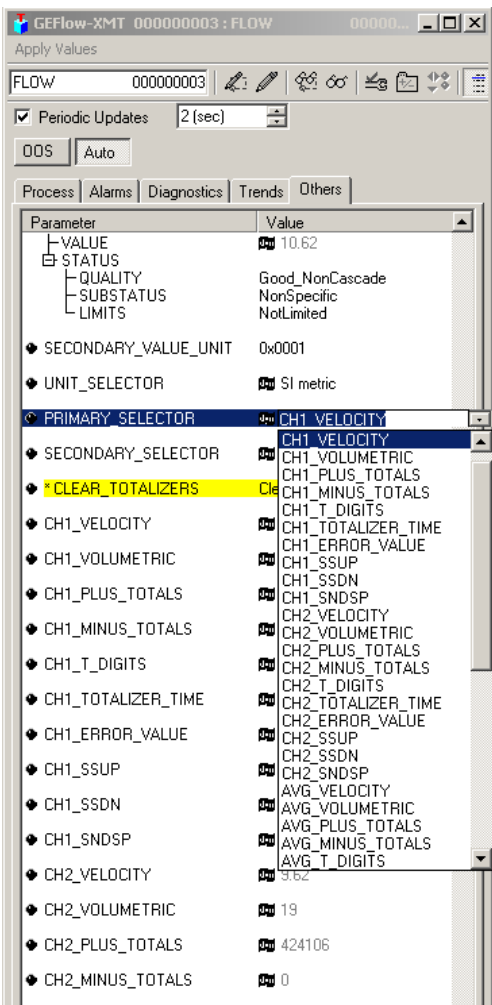

Figura 41: Lista pendente do seletor principal
2. Selecciono o separador "Outros" e abra a lista pendente para o PRIMARY_SELECTOR e o SECONDARY_SELECTOR (ver figura 41).
3. Selecciono a unidade na lista (ver figura 41).